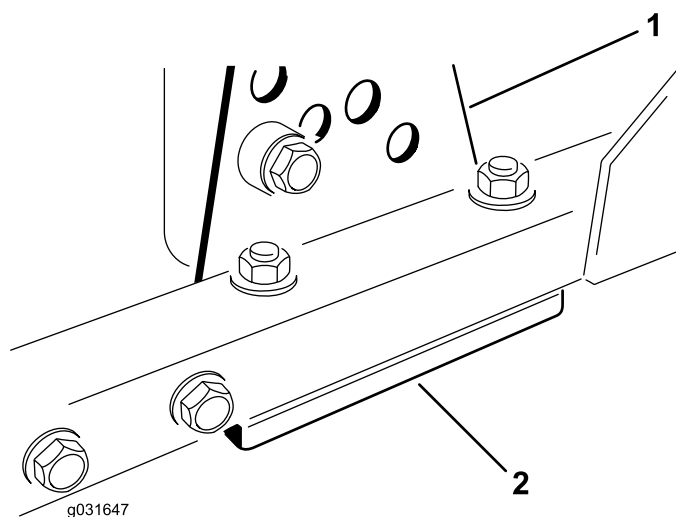

Figura 69
1. Togliete la staffa dell'altezza di taglio (anteriore, sinistra o destra) dal telaio del piatto di taglio (Figura 69).
- Regolate gli spessori di 1,5 mm e/o 0,7 mm fra il telaio del piatto di taglio e la staffa per ottenere l'altezza di taglio desiderata (Figura 69).
- Montate la staffa dell'altezza di taglio sul telaio del piatto di taglio, lasciando gli spessori rimasti sotto la staffa (Figura 69).